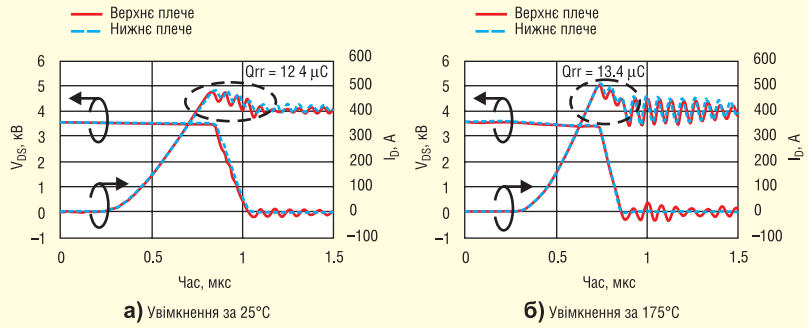

Рис. 7. Порівняння осцилограм увімкнення струму верхнього і нижнього плеча за різних температур
Виміряна осцилограма увімкнення струму за температури $T_j = +25$ і $+175^\circ\text{C}$ (рис. 7) показує, що швидкості перемикання верхнього (P) і нижнього (N) плеча практично рівні. Ба більше, не можна помітити суттєвих відмінностей між перемика-